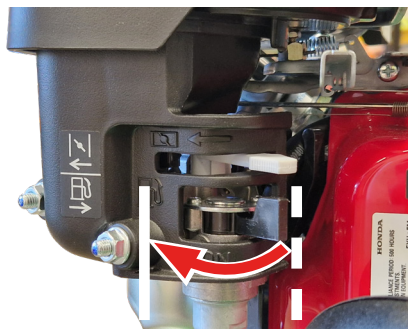

Fig.8C -
3. Placez le levier de carburant en position **fermée** (vers l'arrière) (Fig.8C).